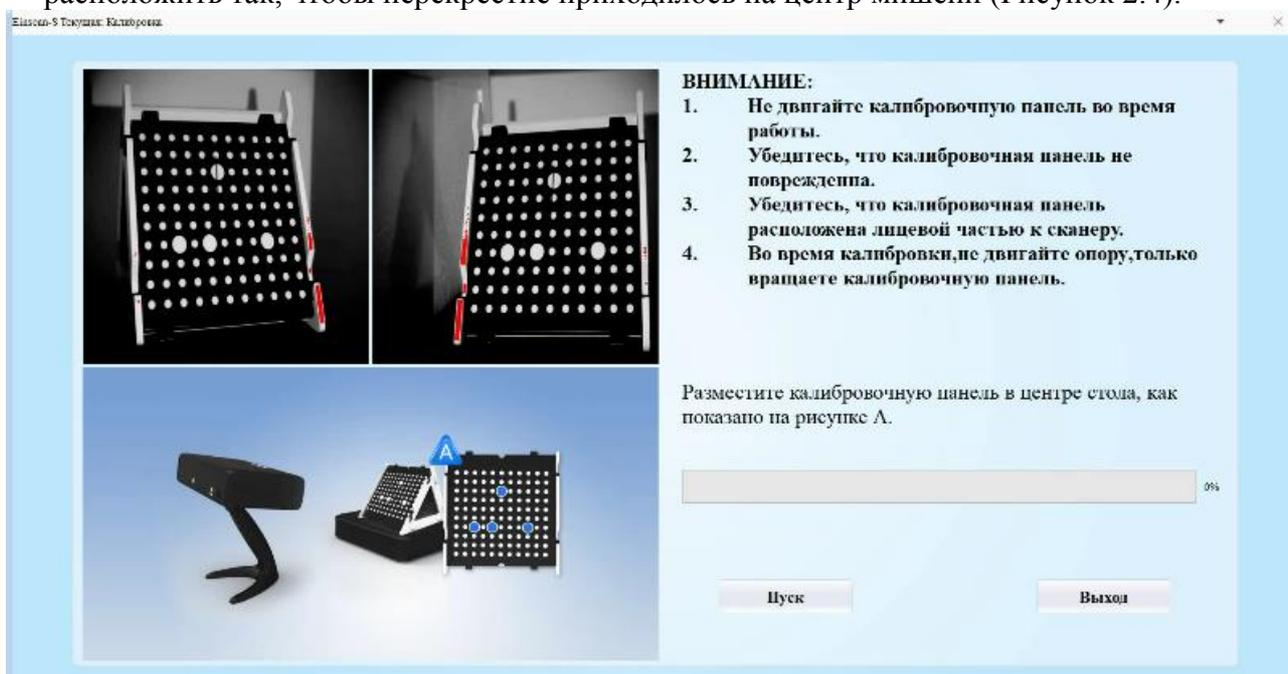
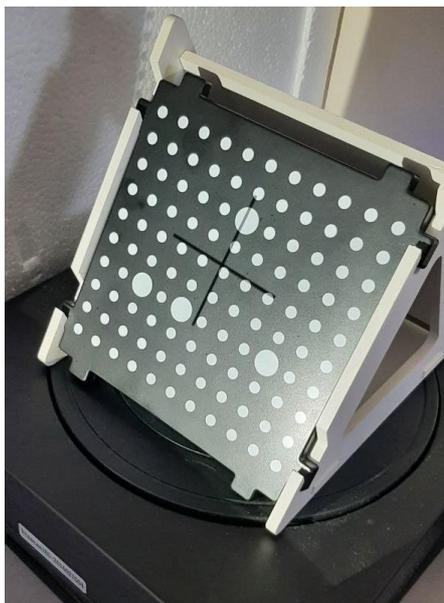

Рисунок 2.3
Рисунок 2.4
2. Провести калибровку сканера с помощью мишени на поворотном столе, выполняя инструкции программного обеспечения на экране монитора (Рисунок 2.3). Мишень расположить так, чтобы перекрестие приходилось на центр мишени (Рисунок 2.4).